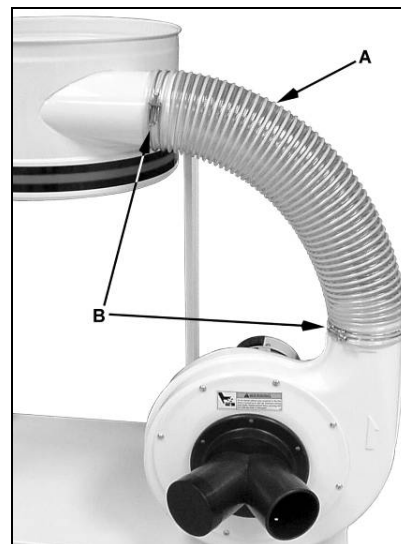

Fig 6
Befestigen Sie den Schlauch (A, Fig 6) mit den 2 gelieferten Schlauchklemmen (B).